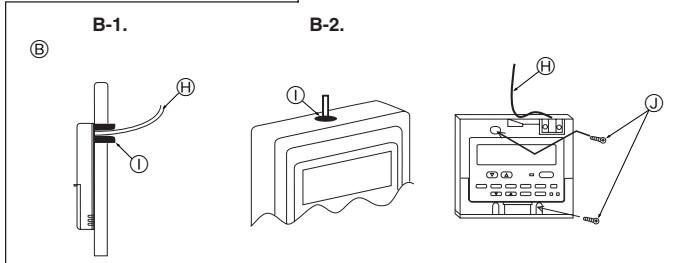

Fig. 6-9
- Selle la entrada del cable del control remoto con masilla para evitar que puedan entrar gotas de rocío, agua, cucarachas o gusanos. (Fig. 6-9)